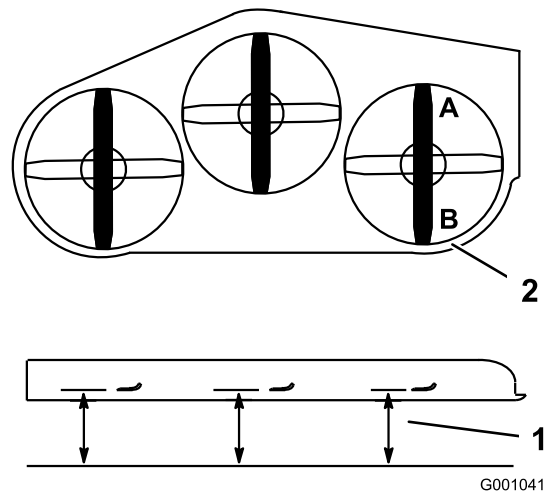

Figura 80
2. Coloque una cuchilla en posición longitudinal. Mida en las posiciones A y B desde una superficie nivelada hasta el filo de corte de los extremos de la cuchilla (Figura 80).